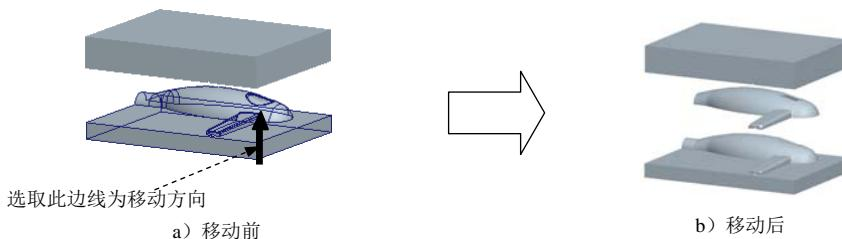

图 8.28 移动下模
Step3. 开模步骤 2。移动下模，输入要移动的距离值 -100，结果如图 8.28 所示。